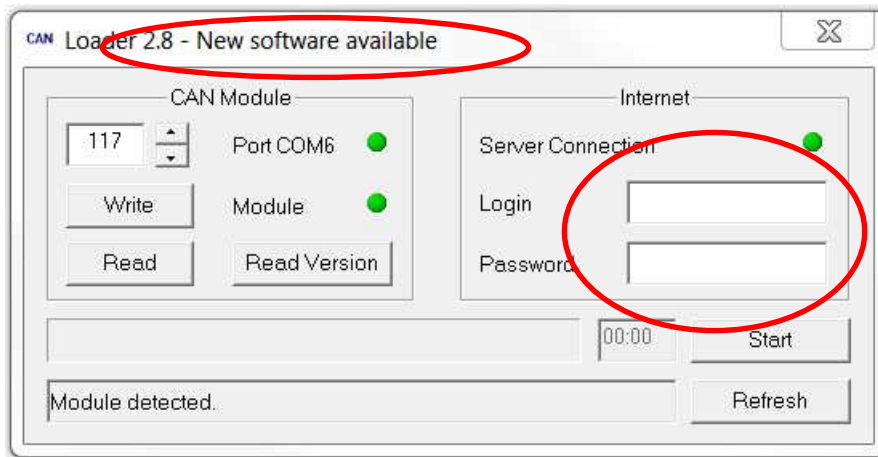

Рис.3
- если для модуля требуется обновление, то появится надпись **New software available**, и окна **Login** и **Password** станут активными (см. рисунок 3)